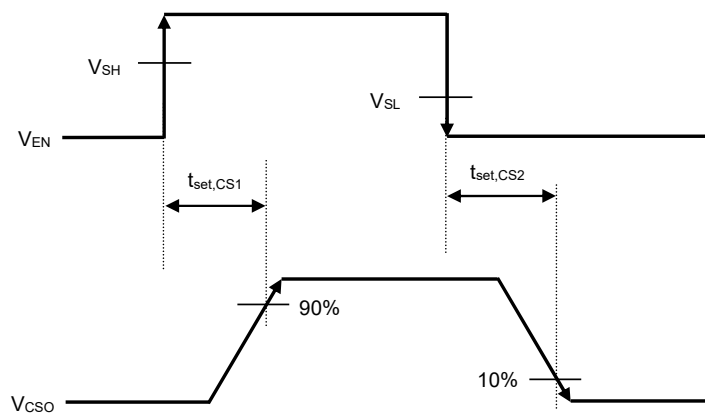

図4
- \*4. 図4を参照してください。この規格は設計保証です。